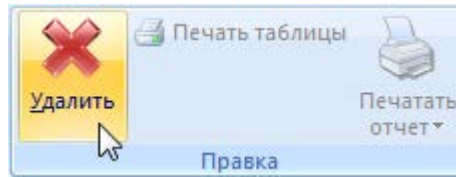

Рис. 13-415 – Кнопка «Удалить» панели «Правка»
4) Нажать кнопку «Удалить» панели «Правка» (рис. 13-415).